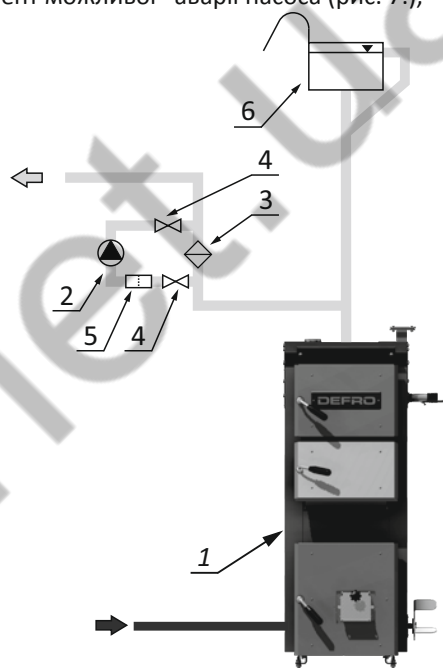

Рис. 7. Виконання гравітаційного обходу: 1-котел; 2-обхідний насос; 3-диференціальний клапан; 4-перехресні клапани; 5-фільтр; 6-відкритий бак.
- 5) у разі використання обхідного насоса центрального опалення (рекомендованого від виробника, що покращує якість усієї системи ц.о.), виконуючи підключення насоса та «гравітаційного насоса», що дозволяє використання з опалювальної системи в момент можливої аварії насоса (рис. 7.),